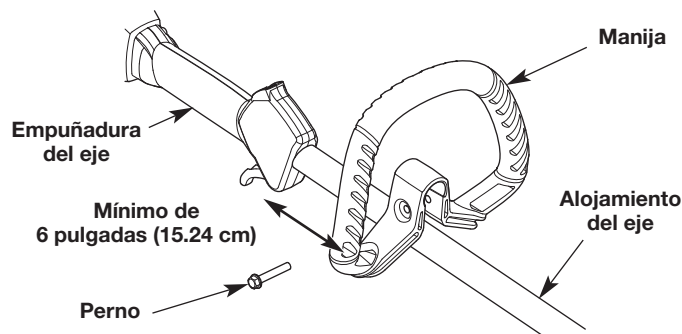

Fig. 2
1. Oprima la manija hacia abajo sobre el alojamiento del eje (Fig. 2). El orificio del perno de la manija debe quedar a la derecha.
2. Inserte el perno en el orificio del perno y oprímalo para que pase a través de él (Fig. 2). Apriete el perno con una llave tubular de 3/8" pero no apriete por completo.
3. Mientras sujeta la unidad en la posición de funcionamiento (Fig. 12), desplace la manija hasta la ubicación que le ofrece el mejor agarre. Ubíquela como mínimo a 6 pulgadas (15.24 cm) del extremo de la empuñadura del eje (Fig. 2).
1. Afloje el perno con una llave tubular de 3/8" (Fig. 2).
2. Mientras sujeta la unidad en la posición de funcionamiento (Fig. 12), desplace la manija hasta la ubicación que le ofrece el mejor agarre. Ubíquela como mínimo a 6 pulgadas (15.24 cm) del extremo de la empuñadura del eje (Fig. 2).